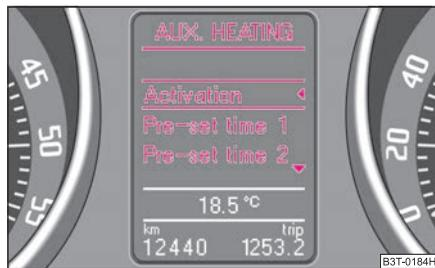

Abb. 116 Informationsdisplay: Aux. Heating (Standheizung)
- Im Menü **Aux. heating (Standheizung)** ⇒ Abb. 116 wählen Sie das Menü **Weekday (Wochentag)** aus und stellen den aktuellen Tag ein.